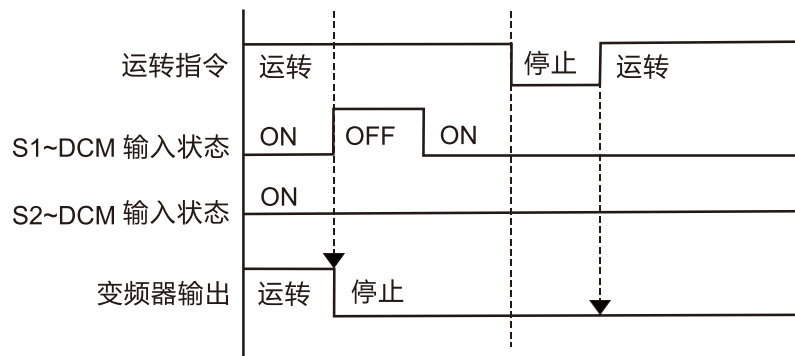

图 15-8
当 S1~DCM 运转时 OFF (要求有安全功能) 及 S2~DCM 为 ON (不要求有安全功能), 变频器会停止输出且面板会跳 STL1 异常。即使 S1 状态回复 (ON) 后, 无论参数如何设定, STL1 异常皆无法重置, 如下图 15-8。需进行整机断电后再上电之方式重置, 才能恢复正常待机状态。